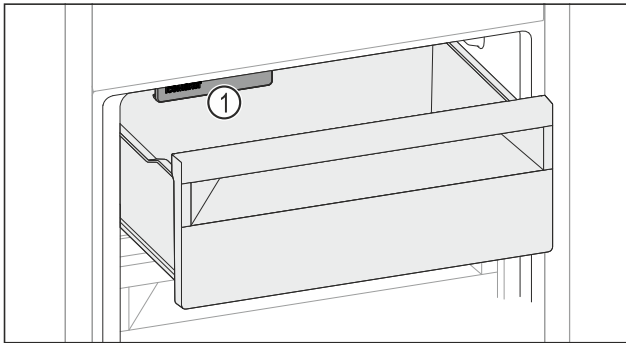

Fig. 177
- IceMaker Fig. 177 (1) berücksichtigen.